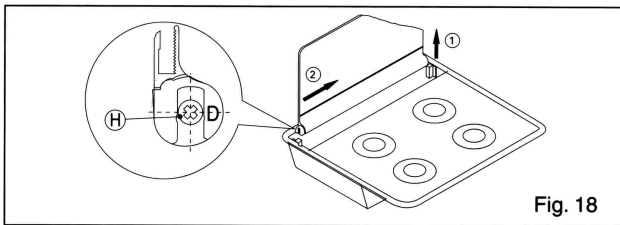

Fig. 18
2. Deslocar a tampa para a direita e puxar para cima (fig. 18).
Se durante o seu uso notar que a tampa cai com certa violência, é possível regular esta queda por meio de um parafuso (H) tal como se mostra na fig. 18.